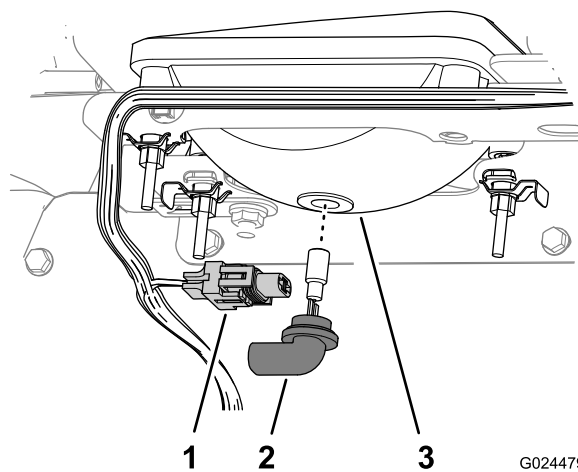

Figura 58
3. Scollegate il connettore elettrico del cablaggio dal connettore del gruppo luci sul retro del vano del faro (Figura 58).
4. Ruotate il gruppo luci di 1/4 giro in senso antiorario spostandolo indietro, fuori dalla sede del vano del faro (Figura 58).
5. Inserite il nuovo gruppo luci e il vano del faro e allineate le linguette nel gruppo luci alle fessure nel vano del faro (Figura 58).
6. Fissate il gruppo luci ruotandolo di 1/4 di giro in senso orario (Figura 58).
7. Collegate il connettore elettrico del cablaggio al connettore del nuovo gruppo luci (Figura 58).